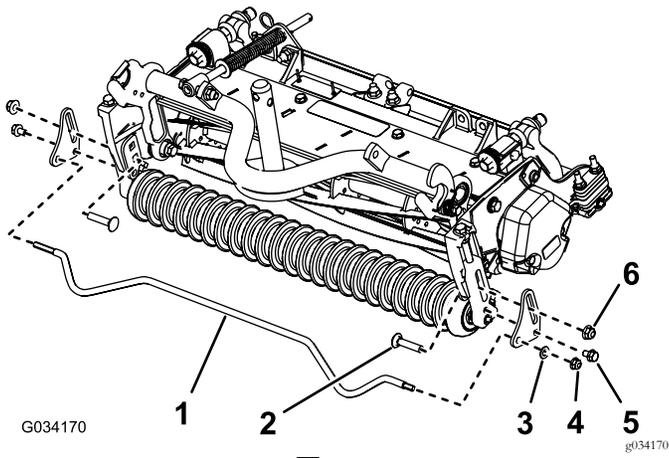

图10
1. 用 1 个凸缘螺母3/8 英寸、1 个车架螺栓3/8 x 1-3/4 英寸和 1 个凸缘螺钉5/16 英寸将集草斗板安装到滚刀组支架的两侧请参阅 图10。
2. 将集草斗杆的六角长端插入 1 个集草斗板另一端则插入另一个集草斗板 (图10)。
3. 用一个凸缘螺母5/16 英寸和硬化垫圈固定集草斗杆的六角短端图10。